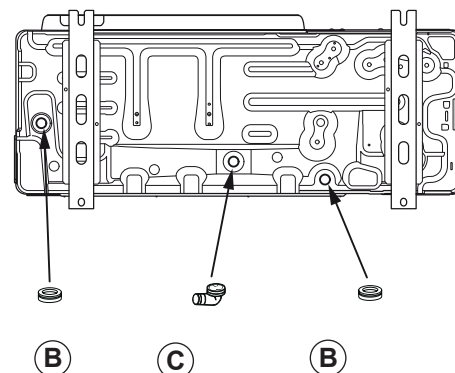

figure 13 - Pose de l'unité extérieure, évacuation des condensats
- En fonctionnement, de l'eau peut s'évacuer de l'unité extérieure. Ne pas installer l'appareil sur une terrasse, mais préférer un endroit drainé (lit de graviers ou sable). Si l'installation est réalisée dans une région où la température peut être inférieure à 0°C pendant une longue période, vérifier que la présence de glace ne présente aucun danger. Il est aussi possible de raccorder un tuyau d'évacuation sur l'unité extérieure (figure 13).
L'unité extérieure doit être surélevée d'au moins 50 mm par rapport au sol. Dans les régions enneigées, cette hauteur doit être augmentée mais ne pas dépasser 1.5 m (figure 13).
(voir figure 13)